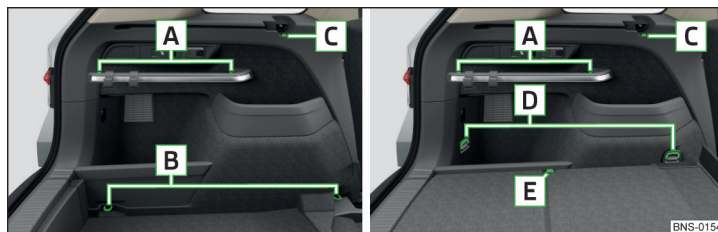
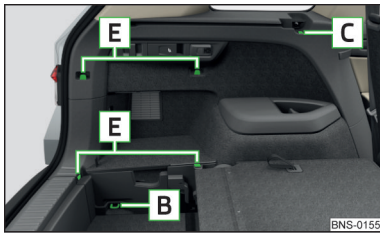

Abb. 142 Befestigungselemente: Variante 1 / Variante 2
Abb. 143
Übersicht der Befestigungselemente » Abb. 142 und » Abb. 143
Bei der gleichzeitig mit dem variablen Ladeboden und dem Reserve- oder Notrad ausgestatteten Fünfsitzer-Variante, können für die Befestigung der Längstasche die Verzurrösen **D** verwendet werden » Abb. 142 auf Seite 114.
- › Bei Fahrzeugen mit dem variablen Ladeboden die Karabiner in die vorderen Verzurrösen **D** einrasten » Abb. 142 auf Seite 114.